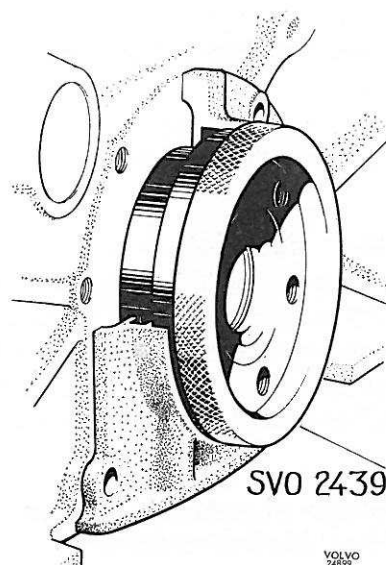

Figure 46. Centrage de la bride d'étanchéité arrière (avec joint de feutre)
3. Centrer la bride à l'aide de la douille de centrage 2439, figure 46. Tourner la douille en cours de serrage des vis et régler la position de la bride si la douille est coincée. Vérifier si la face inférieure de la bride s'applique bien contre le bloc.